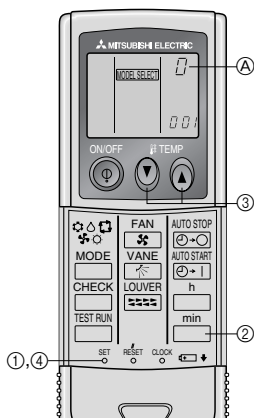

Fig. 6-7
4) Tildeling af en fjernbetjening til hver enhed (Fig. 6-7)